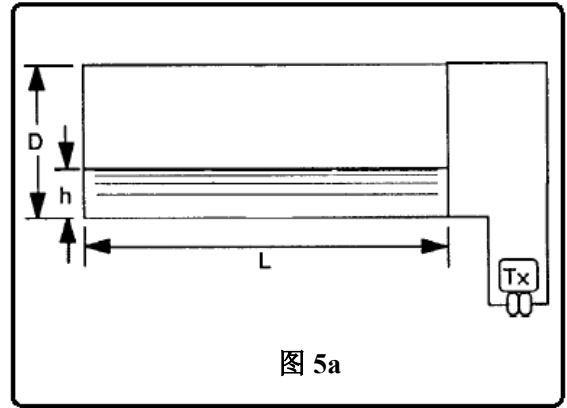

图 5a
a) 具有平面末端的柱状容器 (不常用, 图 5a)。变送器测量整个容器高度。